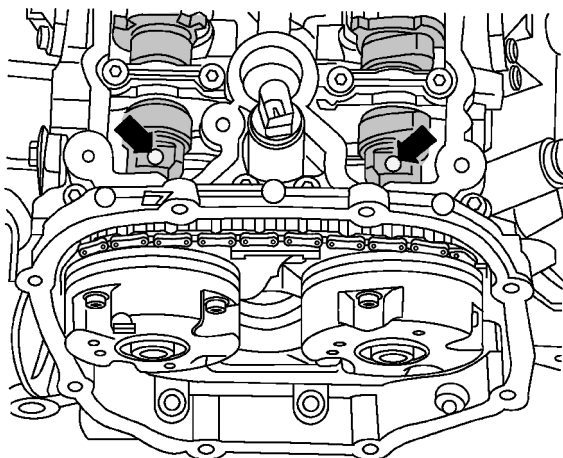

图 1-3-53 凸轮轴里的螺纹孔
(3) 凸轮轴里的螺纹孔(图 1-3-53 中箭头所示)必须指向上面。
(8) 将气缸盖左侧上的凸轮轴螺栓 1 最终拧紧, 拧紧力矩为 $80\text{N} \cdot \text{m}$, 继续旋转 90° ($1/4$ 圈)。
(9) 用同样的方法安装右侧凸轮轴。
(10) 拆除两个气缸盖上的凸轮轴固定装置 T40070, 取下固定螺栓 T40069。
(11) 沿发动机转动方向将曲轴用适配接头 T40058 转动 2 圈, 直至曲轴重新到达上止点。如无意间转过了上止点, 则重新将曲轴转回约 30° 并重新转到上止点。凸轮轴里的螺纹孔(图 1-3-53 中箭头所示)必须指向上面。
1) 将发动机旋转到曲轴上止点，凸轮轴里的螺栓孔(图 1-3-53 中箭头所示)必须指向上面。